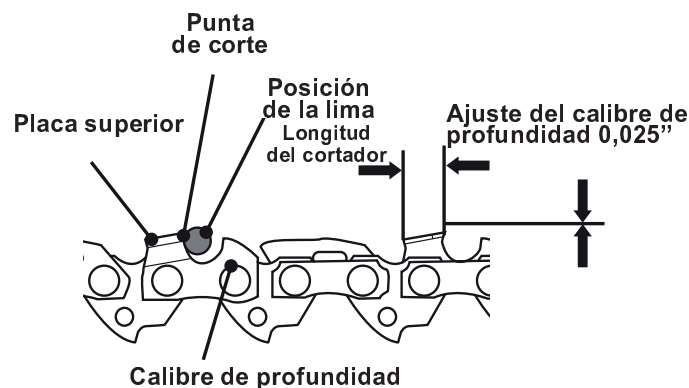

Fig. 47c
- > Utilice un medidor de profundidad para comprobar la altura del medidor. La mayoría de las ferreterías importantes tiene en venta plantillas de medición de calibre de profundidad (Fig. 47c).